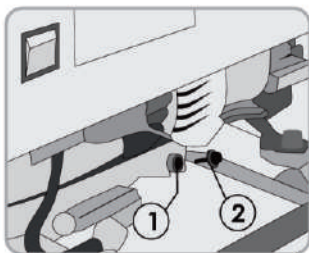

рис.1
**Проверка масла** в картере осуществляется следующим образом (рис.1):
- выкрутите крышку заливной горловины (2) масляного картера, вытрите измерительный щуп.